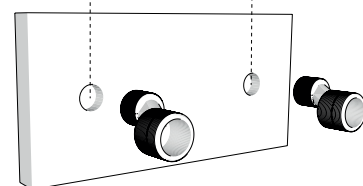

Figura 2 / Figure 2
- 1- Comprobar que la distancia entre los centros de los orificios de salida de agua situados en la pared (Figura 2) esté comprendida entre los 130 y los 170 mm. Estas medidas corresponden al mínimo y al máximo de desplazamiento que permiten los racores excéntricos (A) con los que va equipado este mezclador para su instalación (Figura 2).